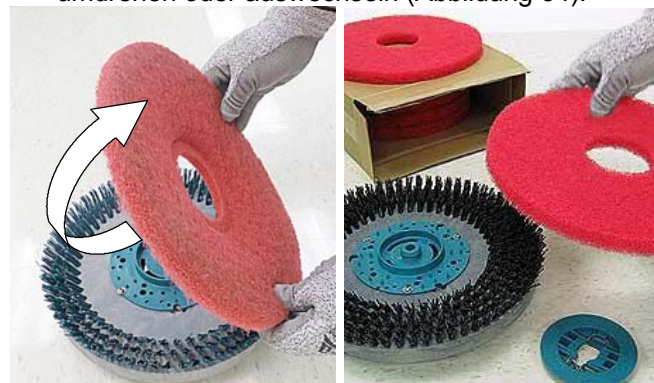

ABB. 54
4. Scheiben-Schrubbkopf – Abgenutzte Polierscheibe umdrehen oder auswechseln (Abbildung 54).